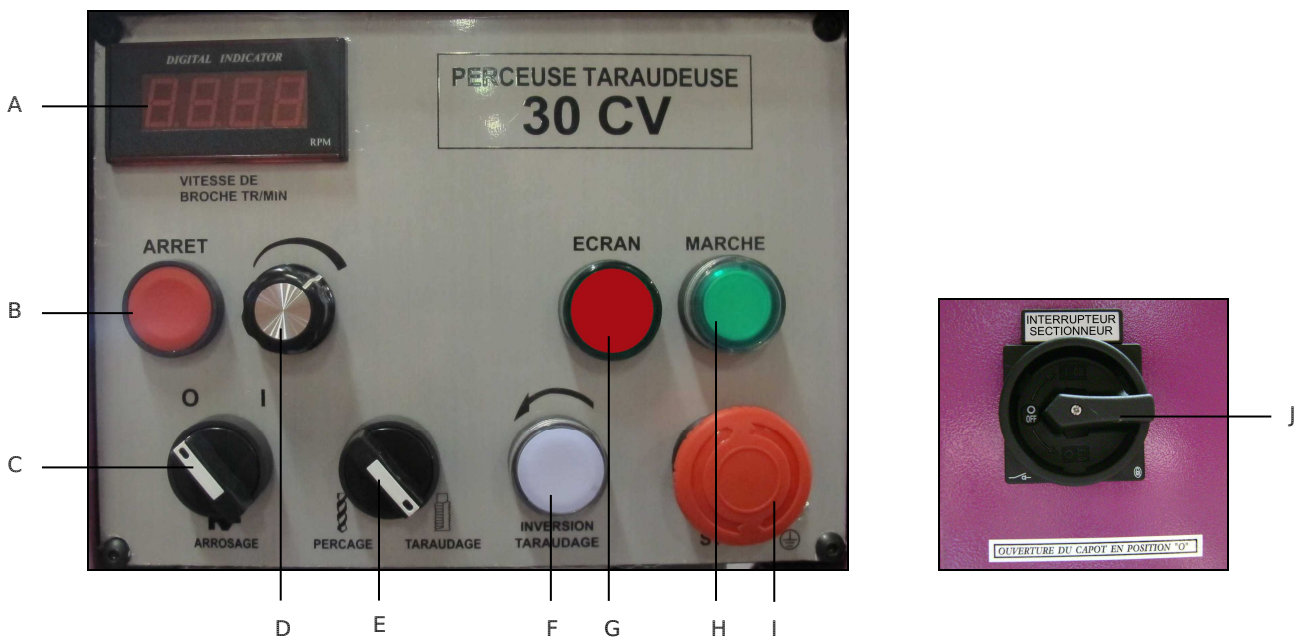

Figure 2
Le réglage des vitesses de rotation de la broche s'effectue par l'intermédiaire d'un variateur électronique à l'aide d'un potentiomètre (B fig.2). La vitesse de la broche apparaît sur l'affichage digital (A fig.2) du panneau de commandes de la machine (de 150 tr/min à 3000 tr/min).
- Veiller à ce qu'une quantité suffisante de liquide de coupe (composé d'eau et d'huile soluble) est introduite dans la base de la perceuse (retirer la plaque (A) au préalable).
- L'arrosage est assuré par une électropompe (B) aspirant dans le bac de remplissage le liquide de coupe.
- Actionner le commutateur d'arrosage (C fig.2) situé sur le panneau de commandes.
- Le réglage du débit est assuré par un robinet (C) situé en amont du flexible liquide de coupe (D) (position perpendiculaire : fermé).
1. Démontez l'électropompe (B) de la base de la machine.
2. Retirez la plaque (A) située sur le dessus de la base.